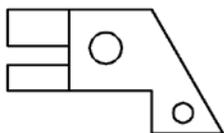
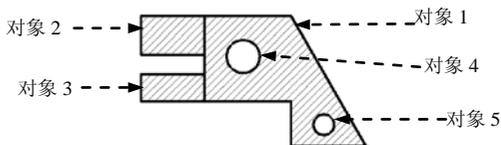
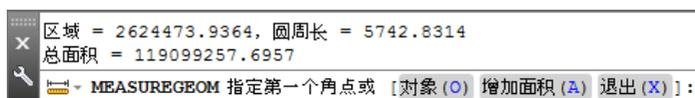

图 14.2.4 例子
图 14.2.5 操作过程
图 14.2.6 命令行提示
Step1. 打开文件 D:\AutoCAD2014.1\work\ch14\ch14.02\area3.dwg，如图 14.2.4 所示，要计算的面积是图 14.2.5 中的阴影部分。
象 3 (图 14.2.5); 按 Enter 键, 退出“加”模式。
Step8. 系统命令行提示 (在“减”模式) 选择对象:, 选取对象 4 和 5 (图 14.2.5); 按 Enter 键结束。系统命令行显示图 14.2.6 所示的信息, 该总面积就是要计算的总面积。